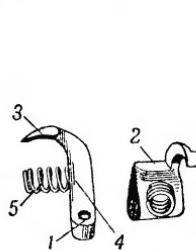

Рис. 33. Автоматический спуск:
34. Автоматический спуск (рис. 33) служит для предохранения спуска курка с боевого взвода при недокрытом затворе. Он имеет: отверстие для оси; выступ для соединения с курком; прилив для разобщителя автоматического спуска; гнездо для упора пружины автоматического спуска.